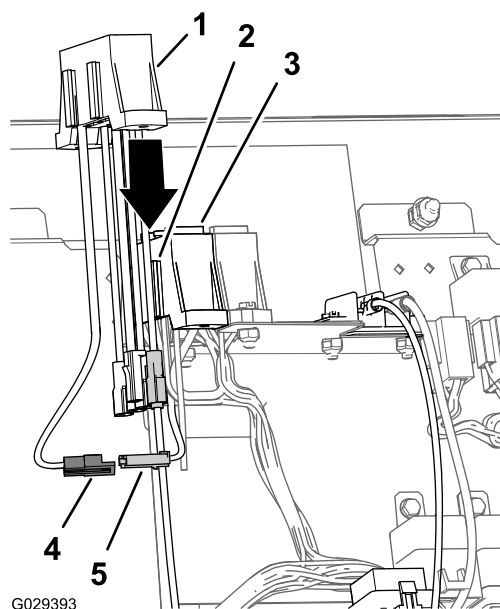

Figura 22
2. Conecte el conector de 2 clavijas del circuito del vehículo auxiliar en el bloque de fusibles de la máquina al conector de 2 tomas del circuito del vehículo del bloque de fusibles auxiliares (Figura 22).
3. Alinee las ranuras del bloque de fusibles auxiliares con las arandelas de montaje del bloque de fusibles de la máquina (Figura 22).